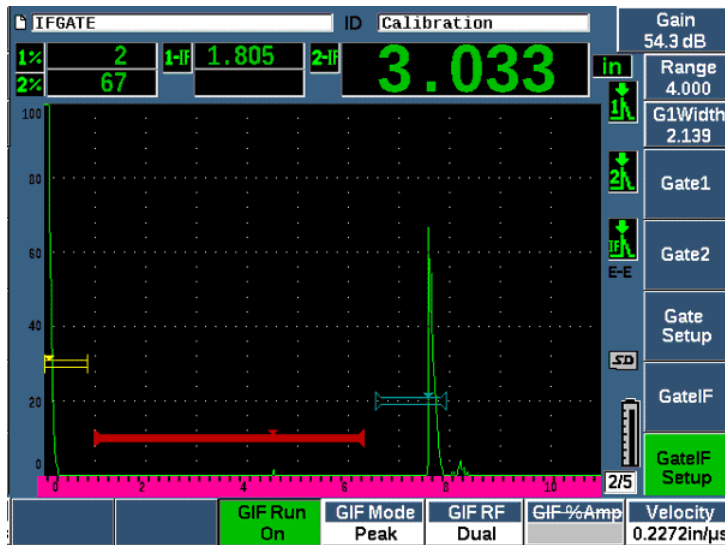

Figura 11-34 Definizione della modalità di avvio del gate d'interfaccia
3. Usare la manopola di regolazione o le frecce per definire il parametro **On** (vedere Figura 11-34 a pagina 310).